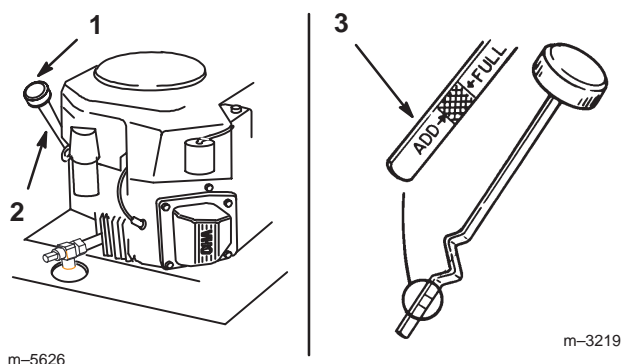

Figure 31
2. Nettoyez la surface autour de la jauge d'huile (Fig. 31) pour éviter que des impuretés s'introduisent dans le goulot de remplissage, ce qui risquerait d'endommager le moteur.
3. Dévissez la jauge d'huile et essuyez soigneusement l'extrémité métallique (Fig. 31).
4. Enfoncez la jauge complètement dans le goulot de remplissage sans la visser (Fig. 31). Sortez de nouveau la jauge et examinez l'extrémité métallique. Si le niveau est bas, versez lentement une quantité d'huile suffisante dans le goulot de remplissage pour amener le niveau au repère du plein (F).
5. Versez lentement environ 80% de la quantité d'huile spécifiée à la page 29 dans le goulot de remplissage (Fig. 31). Vérifiez le niveau d'huile (voir Contrôle du